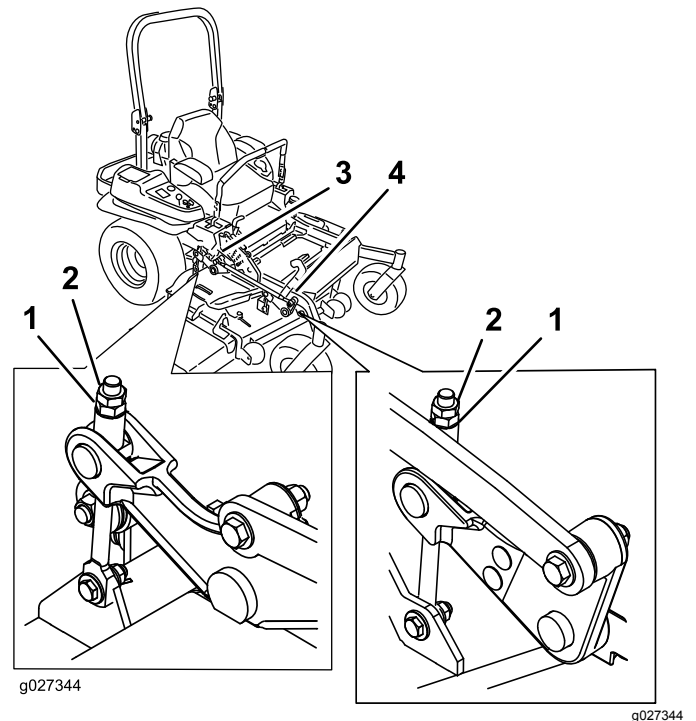

Figura 108
10. Mettete a punto il dado di regolazione sul gruppo di sollevamento del piatto di taglio anteriore ruotandolo (Figura 108).
16. Mettete a punto la vite di regolazione ruotando fino a un'altezza di 8,3 cm (vedere Figura 108).